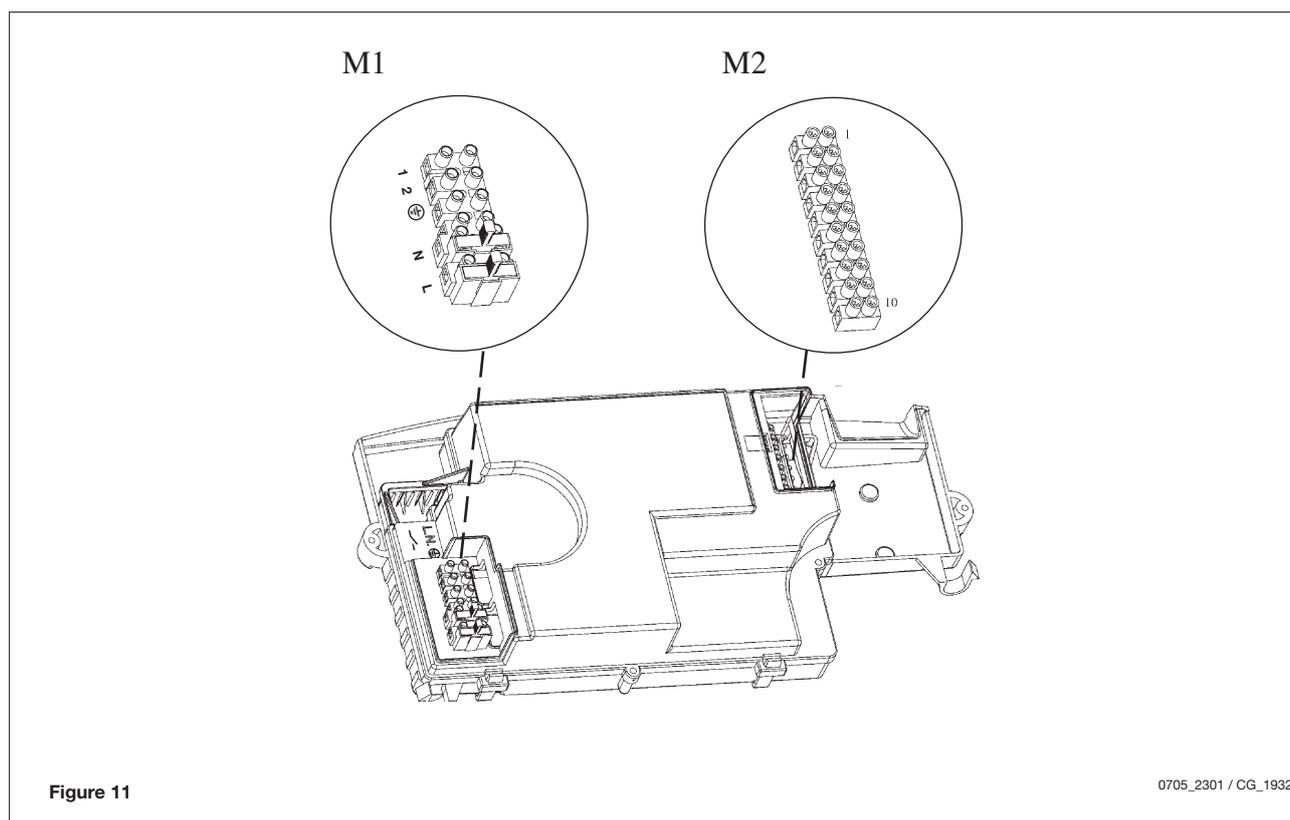

Figure 11
Tourner vers le bas le boîtier de commande et accéder aux borniers **M1** et **M2** destinés aux raccordements électriques en enlevant les deux couvercles de protection (voir figure 11).
- accéder à la plaque à bornes d'alimentation (figure 11) ;
- relier les fils du thermostat d'ambiance aux bornes (1) et (2) ;
Dans le cas d'absence du thermostat d'ambiance, relier les bornes 1-2 de la boîte à borne M1 de la chaudière (figure 11).